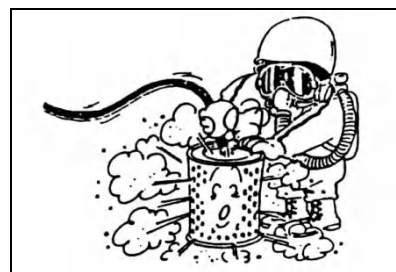

图 1-38
- 用压缩空气清扫滤芯时，一定要穿防护衣，戴安全眼睛。（图 1-38）